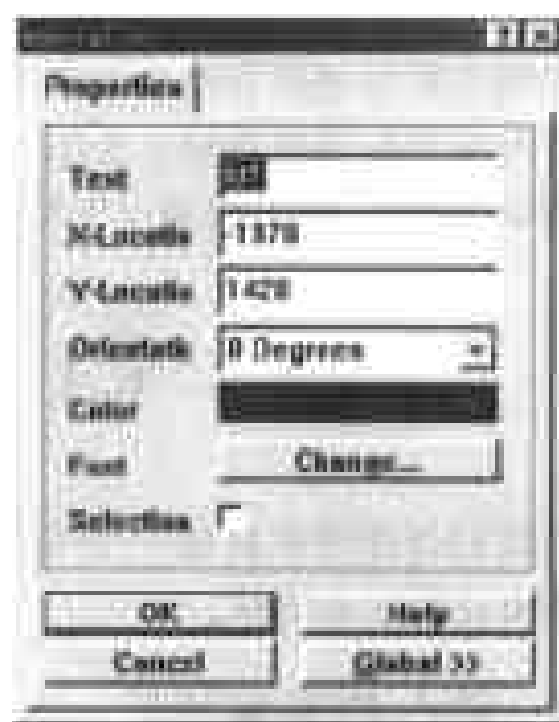

图 5-37 设置文字标注的属性
(39) 在对话框的 Default 选项输入框中输入“U?”, 在 Description 选项输入框中输入 74LS373, 单击 OK 命令按钮, 返回工作窗口, 此时已经基本完成了创建元件的工作。
(40) 为了在元件库编辑器中更直观地查看元件, 可以在图纸中为元件添加文字标注, 但是这部分操作并不是创建元件所必需的, 只是为了在打开元件库文件时能够及时、方便地了解到此文件中包含的元件的信息。在 SchLib Drawing Tools 工具栏中单击  按钮, 选择添加文字标注的工具。
(41) 此时鼠标箭头变为十字光标, 并带有一个虚线方框, 在图纸中移动十字光标到适当位置单击, 放置文字标注。此时鼠标箭头仍为十字光标, 用户可以在图纸中继续放置文字标注, 放置了所有需要的文字标注后, 右击鼠标, 退出放置文字标注的工作状态。
(42) 在图纸中双击文字标注, 弹出如图 5-37 所示的对话框, 在对话框的 Text 选项输入框中设置文字标注的内容。单击 Font 选项的 Change 命令按钮, 在弹出的对话框中设置文字的字体、字体样式和大小等属性。